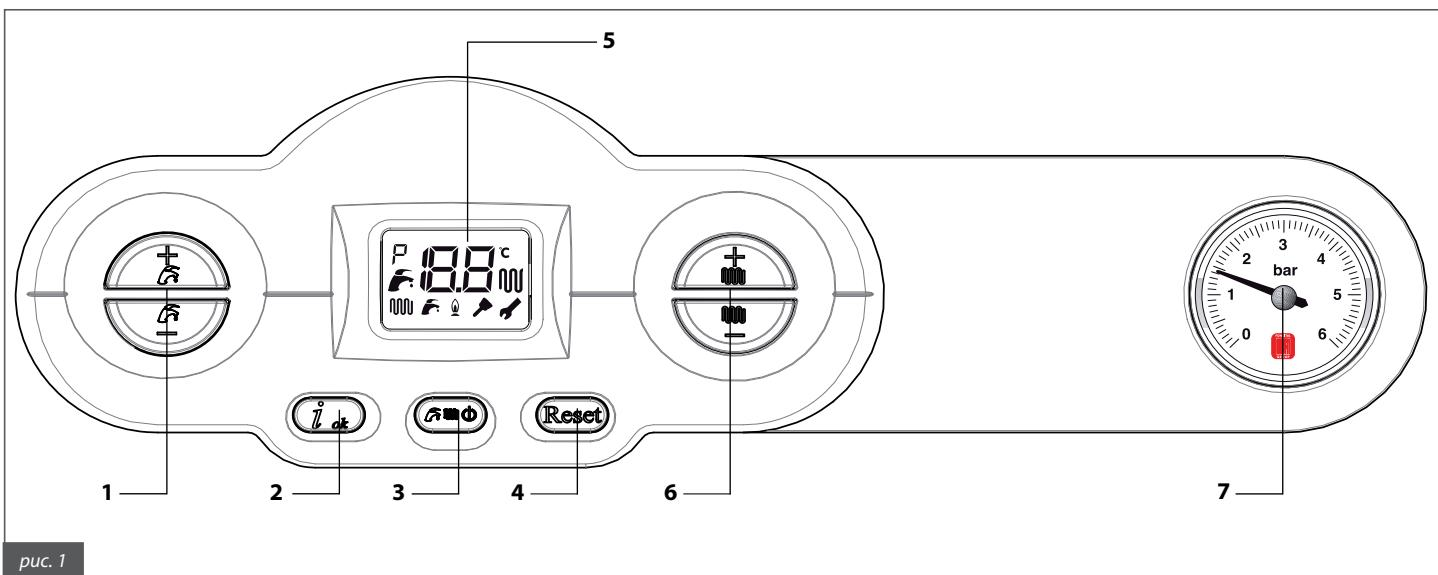

рис. 1
Мигает в процессе регуляции/выбора температуры ГВС с помощью кнопок 1 (рис. 1).
Мигает в процессе регуляции температуры контура отопления с помощью кнопок 6 (рис. 1).
- Выбрать режим работы котла с помощью кнопки 3 (рис. 1);
- Задать желаемую температуру теплоносителя в контуре отопления с помощью кнопок 6 (рис. 1);
- Задать температуру ГВС с помощью кнопок 1 (рис. 1);